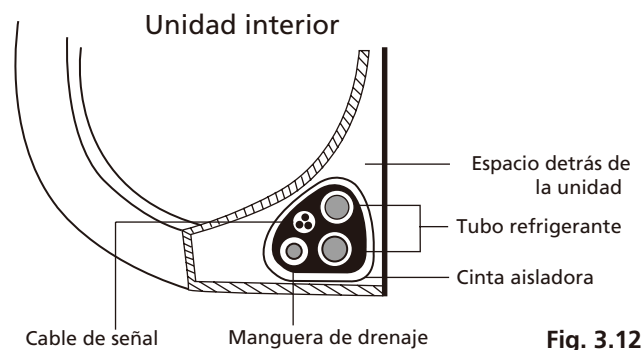

Fig. 3.12
- Envuelva la manguera de drenaje, las tuberías refrigerantes, y el cable de señal de acuerdo con la **Fig. 3.12**.
- Utilice cinta aisladora para envolver bien el cable de señal, las tuberías refrigerantes, y la manguera de drenaje. Compruebe que todos los elementos estén juntos de acuerdo con la **Fig. 3.12**.